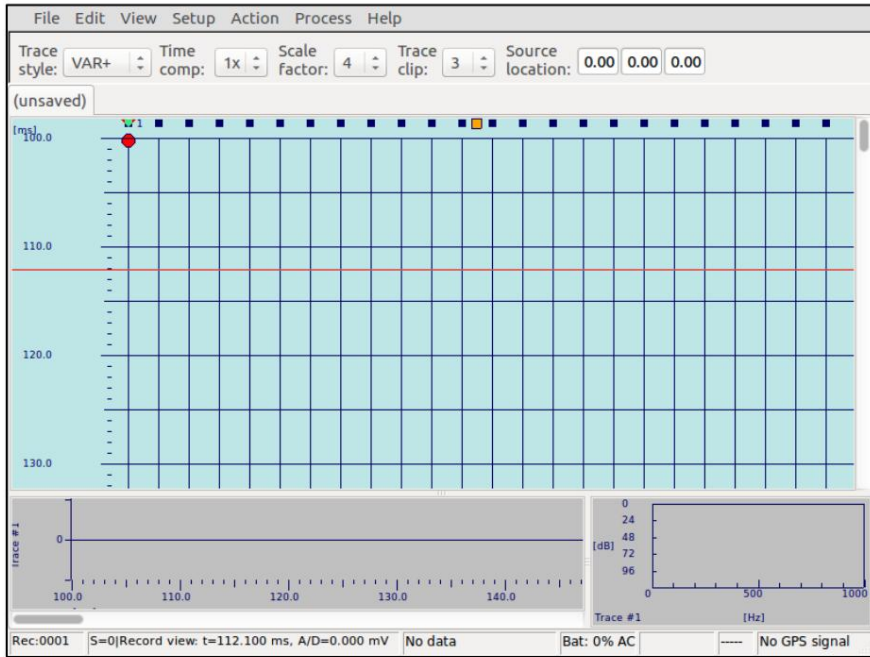

Figura 23 La línea de tiempo roja
• Mover una línea de tiempo a través de la vista (Figura 23)